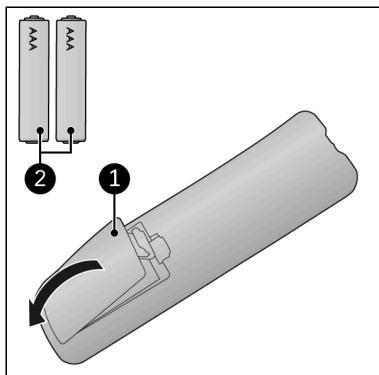

Figure 103.
1. Sejměte kryt přihrádky na baterie (Figure 103, poz. 1).
2. Vložte dvě baterie (AAA 1,5 V) (Figure 103, poz. 2) podle označení do prostoru pro baterie. Ujistěte se, že baterie vkládáte správně.